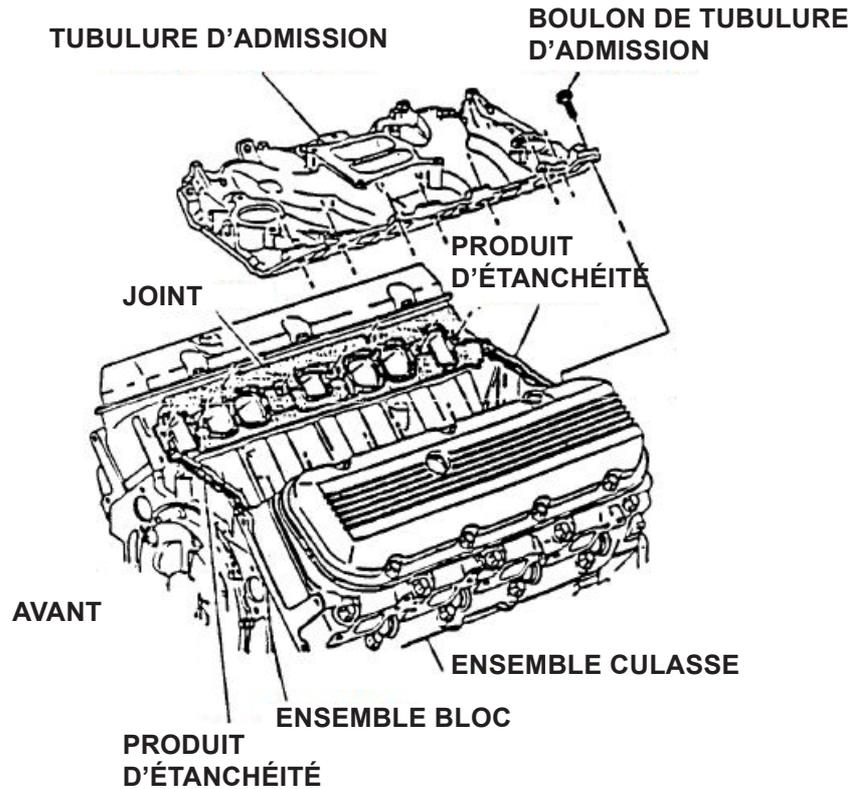

FIGURE 14
1. Placer soigneusement la tubulure d'admission sur le moteur. Aligner les trous de boulon de la tubulure avec les trous de boulon de la culasse. Voir la figure 14.